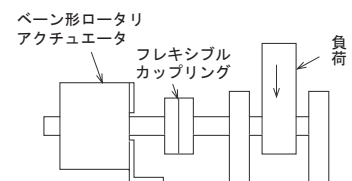

図3(ラジアル荷重)
- ロータリアクチュエータのシャフト先端への曲げ荷重（ラジアル荷重）は、作動不良の原因となりますので避けてください。避けられない場合は、図3のような機構にして、回転力だけ伝達するようにしてください。